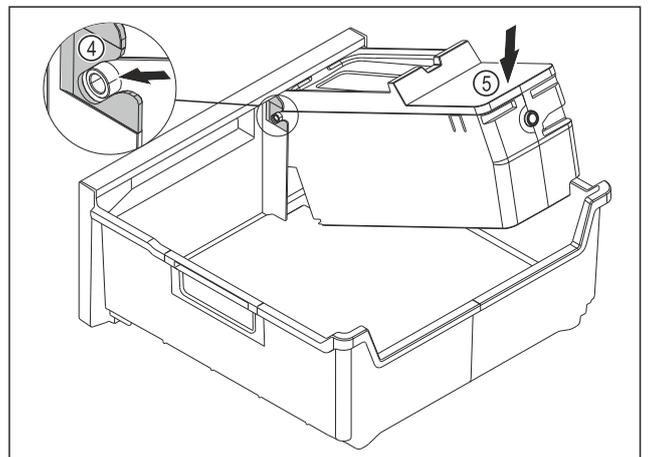

Fig. 125
- ▶ 安装 EasyTwist-Ice 机身：将 EasyTwist-Ice 机身的轴推入到导向装置 Fig. 125 (4)中。
- ▶ 朝下按压 EasyTwist-Ice 机身 Fig. 125 (5)后部。